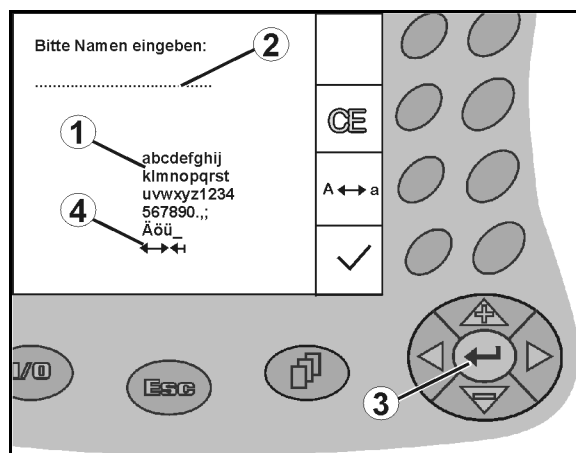

Рис. 12
В случае необходимости ввода текста или чисел на дисплее **AMATRON⁺** появляется меню ввода (Рис. 12).
В нижней части дисплея появляется поле выбора (Рис. 12/1) с буквами, цифрами и стрелками, с помощью которых формируется строка ввода (Рис. 12/2) (содержащая текст или числа).
выбор букв или цифр в поле выбора (Рис. 12/3).
-  ввод выбранных цифр и букв в строку ввода (Рис. 12/3).
Указатели в виде стрелки , расположенные в поле ввода (Рис. 12/4), позволяют перемещаться внутри текста в строке ввода.
Указатель в виде стрелки , расположенный в поле ввода (Рис. 12/4), позволяет удалять последнее введенное значение.